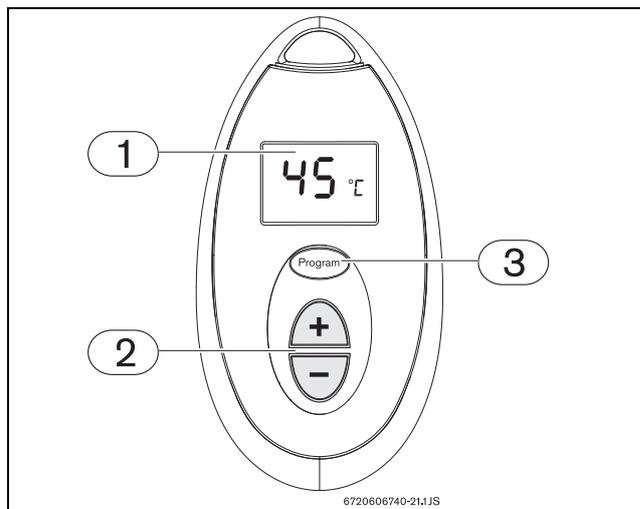

Fig. 38 Tecla de programação
- ▶ Pressione os botões  e  (Fig. 38, pos. 2), de modo a obter no painel LCD (Fig. 38, pos. 1) o valor desejado (temperatura em graus centígrados).
- ▶ Pressione o botão de programação (Fig. 38, pos. 3) durante aproximadamente 3 segundos de modo a memorizar a temperatura.